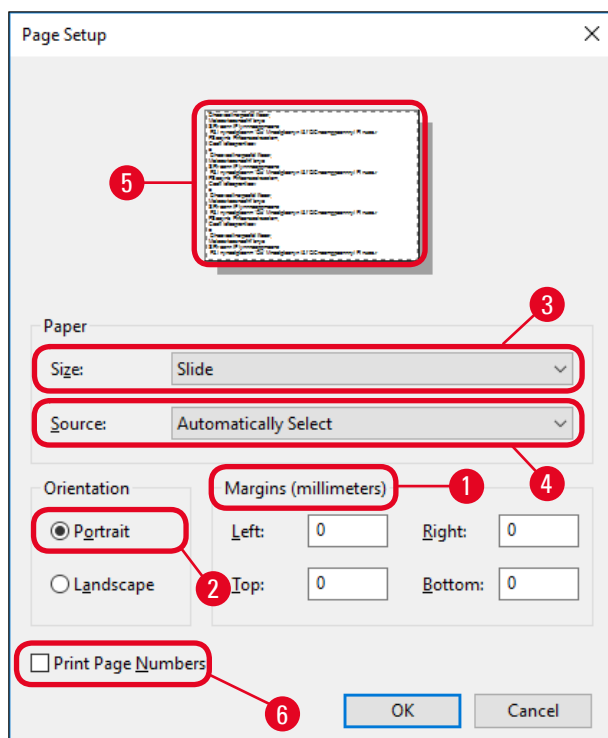

Fig. 41
3. Først skal sideindstillingerne vælges: Klik på **File (Filer) > Page Setup (Sideopsætning)** for at åbne dialogboksen **Page Setup (Sideopsætning)** (→ "Fig. 41").